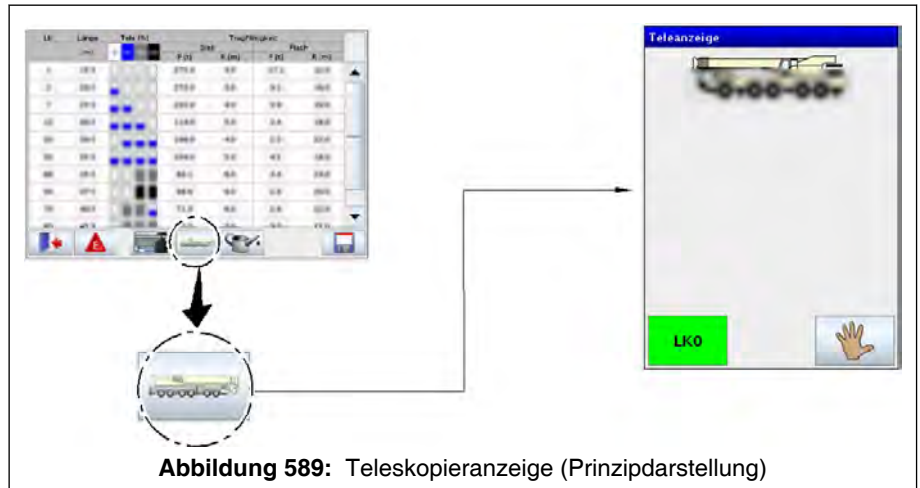

Abbildung 589: Teleskopieranzeige (Prinzipdarstellung)
- Hauptausleger in Transportstellung (Fahrposition: ganz eintele-skopiert, verbolzt und waagrecht) (siehe Kapitel "Teleskopieren" unter "Hauptausleger in Transportzustand bringen"). Ansicht auf Display (siehe ↗ Abb. 589, Seite 729).
Damit der Umklappvorgang problemlos durchgeführt werden kann, muß der Hauptausleger vollständig eingefahren sein. Die Anschläge zwischen den Teleskopen müssen anliegen. Die Anschläge sind z. T. verdeckt angebracht. Es ist daher durch reine Betrachtung nicht zu erkennen, ob die Anschläge anliegen. Daher sollte die Transportstellung des Hauptauslegers (Anzeige Display: siehe ↗ Abb. 589, Seite 729) bei jedem Klappen der HAV von Transport- in Arbeitsstellung bzw. umgekehrt erneut hergestellt werden. Eventuell muss der am letzten Teleskop gesicherte Teletrieb zusätzlich manuell eingefahren werden (siehe Kapitel "Teleskopieren" unter "Manuellem Teleskopieren"), bis kein weiteres Einfahren der Teleskope mehr möglich ist.